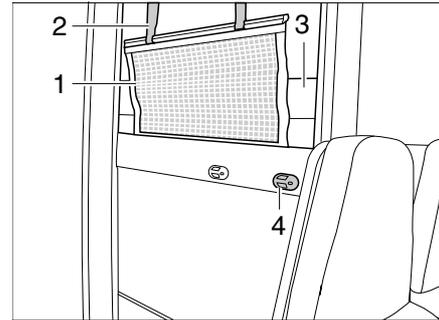

Bild 115 Etagenbett (Seite)
- Matratze (Bild 115,3) von oberem Bett nehmen und auf unteres Bett legen.
- Die Aufstiegsleiter mit den Holmen in die Halterung (Bild 115,4) an der Blende einhängen.
Das Sicherungsnetz (Bild 115,1) ist serienmäßig zwischen Matratze und Lattenrost verstaut. Das Sicherungsnetz erst aufspannen, wenn sich die Personen bereits im Bett befinden.
- Die Haltebänder (Bild 115,2) in die Halterungen an der Decke einrasten.